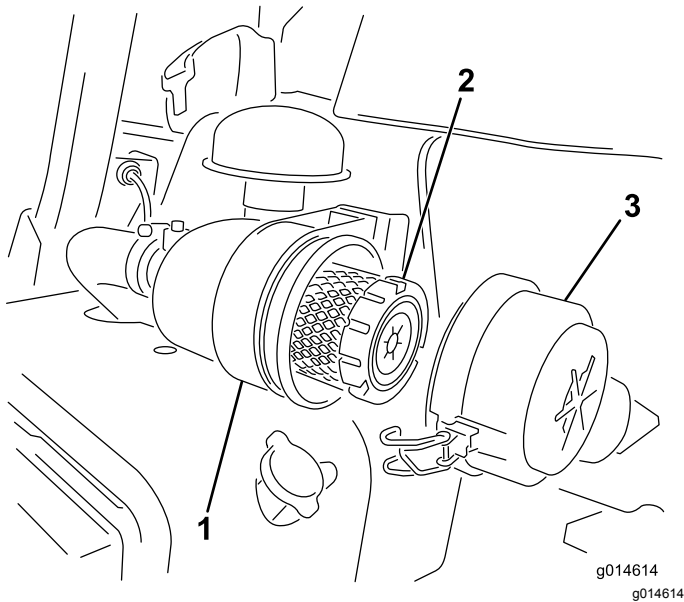

図 42
1. エアクリーナのカバーをボディーに固定しているラッチを外す(図 42)。
6. ラッチをしっかりと掛ける(図 42)。